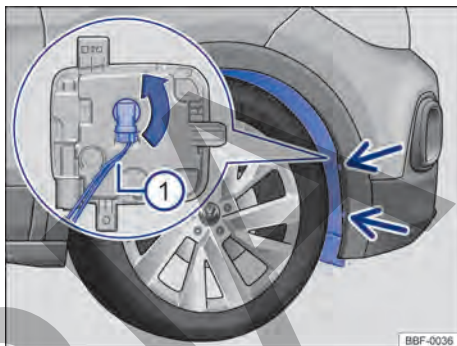

Fig. 129 En la caja de la rueda delantera: acceso a la bombilla del farol de neblina.
- ① Observar la lista de control y ejecutar las acciones → pág. 169.
- ② Retirar los tornillos de fijación del guardabarros → fig. 129 (flechas) con la ayuda de un destornillador.
- ③ Tomar el guardabarros de los bordes entre los agujeros de los tornillos de fijación sueltos y presionar un poco hacia el lado interior del vehículo, para poder soltar el clip de adentro.
- ④ Rebatir con cuidado el guardabarros hacia el costado.
- ⑤ Desenganchar el conector de alimentación de la lámpara → fig. 129 ①, presionar al mismo tiempo, la traba de fijación del conector.
- ⑥ Girar el portalámpara → fig. 129 (flecha), en sentido antihorario hasta e tope, y desengancharlo del alojamiento. ▶
- 11 Encajar el conector de alimentación → fig. 129 ① en el portalámpara, dicho conector debe encajar de forma audible.
- 13 Volver a colocar los tornillos de fijación → fig. 129 (flechas) y ajustarlos.